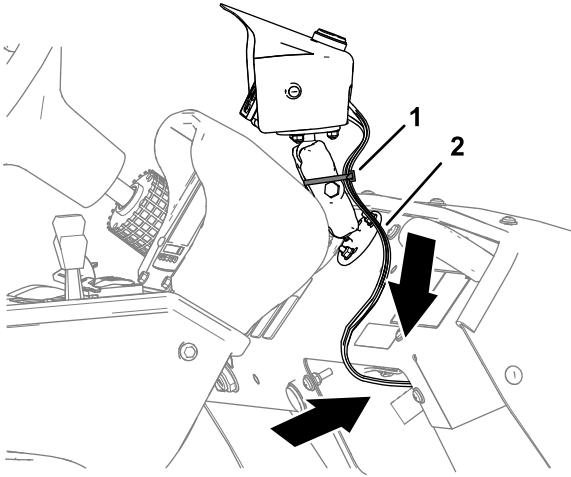

Figure 68
2. Acheminez le faisceau avant du kit le long du bras de l'écran/contrôleur puis par-dessus la planche de bord (Figure 68).